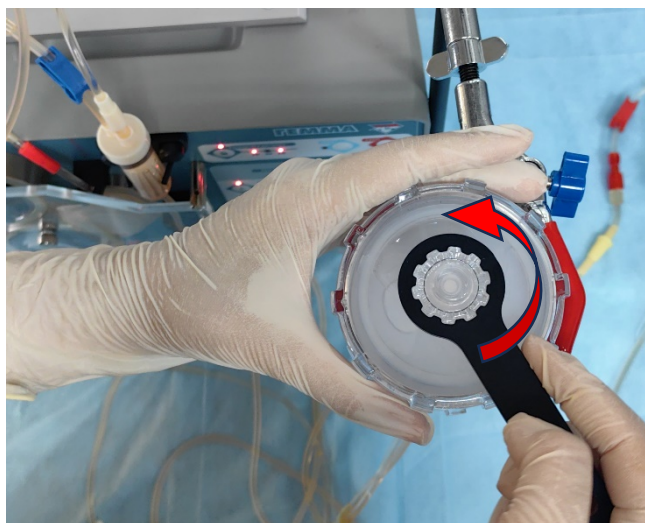

Рисунок 3.7
- 3.4. При помощи специального ключа (входит в комплект колонки) откройте вторую заглушку на крышке колонки (рис. 3.7)